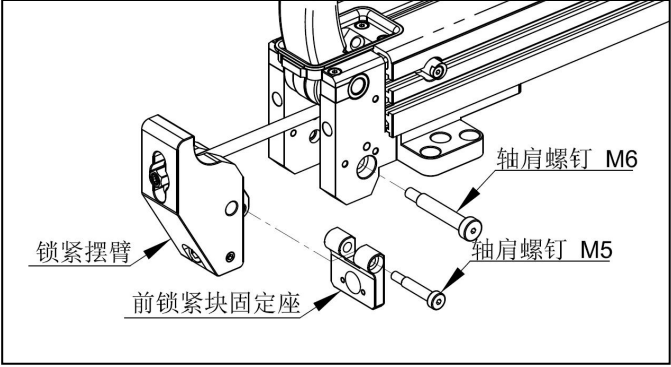

图 9-5
- （5）如图 9-5，拆下 2 个轴肩螺钉，拆下前锁紧块固定座，拉出锁紧摆臂。